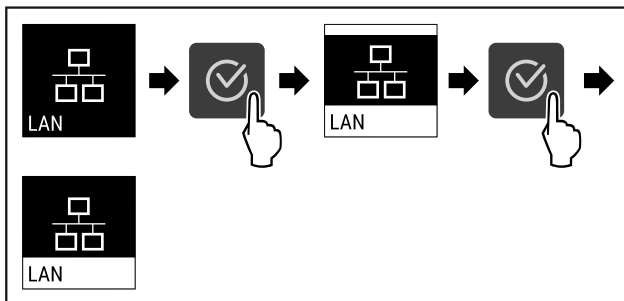

Fig. 91
- ▶ Udfør handlingstrinene (se Fig. 91) .